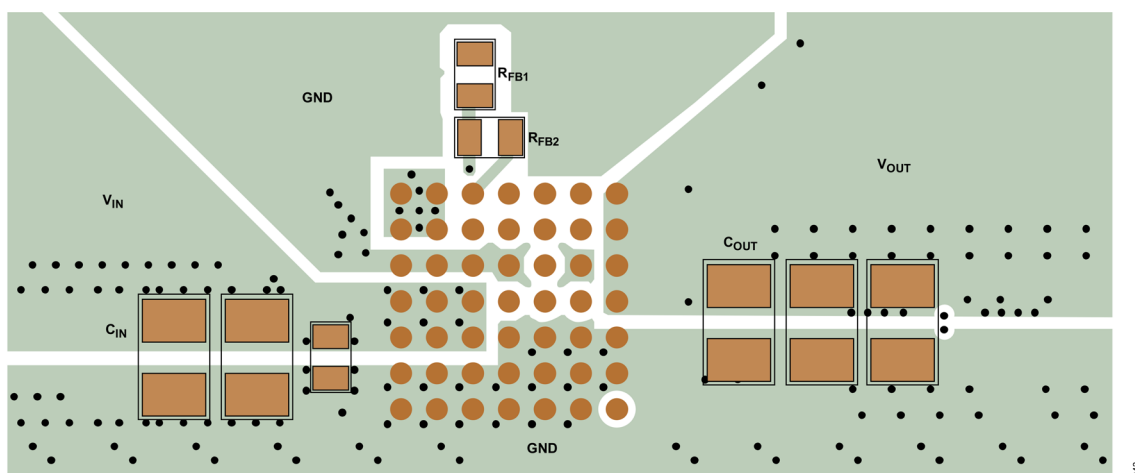

図 43. 推奨の外付け部品、GND プレーン、サーマル・ビアを示した推奨 PCB レイアウト
PCB レイアウトに関する問題のほとんどは、LTM4739 の高レベルの集積によって緩和もしくは除去されています。しかしながら、LTM4739 はスイッチング電源であり、EMI を最小化し適切な動作を確保するための注意が必要です。集積レベルが高いとはいえ、無計画なレイアウトや粗雑なレイアウトでは、仕様規定された動作を実現できない可能性があります。推奨レイアウトについては図 43 を参照してください。グラウンディングやヒート・シンクは確実に許容可能なものにしてください。
5. ビアを使用して GND 銅領域を基板の内部グラウンド・プレーンに接続します。このような GND ビアを多数配置することにより、プリント回路基板の内層プレーンとの良好なグラウンド接続および熱経路を実現できます。図 43 のサーマル・ビアの位置と密集度に注意を払ってください。LTM4739 は、電力処理を行う内蔵部品の近くにビアがあるため、内層 GND プレーンに接続することによる放熱効果のメリットを生かすことができます。サーマル・ビアの最適数はプリント回路基板の設計に依存します。例えば、非常に小さいビア・ホールを使用する基板もあります。その場合、大きなホールを使用する基板よりも多くのサーマル・ビアを使用する必要があります。